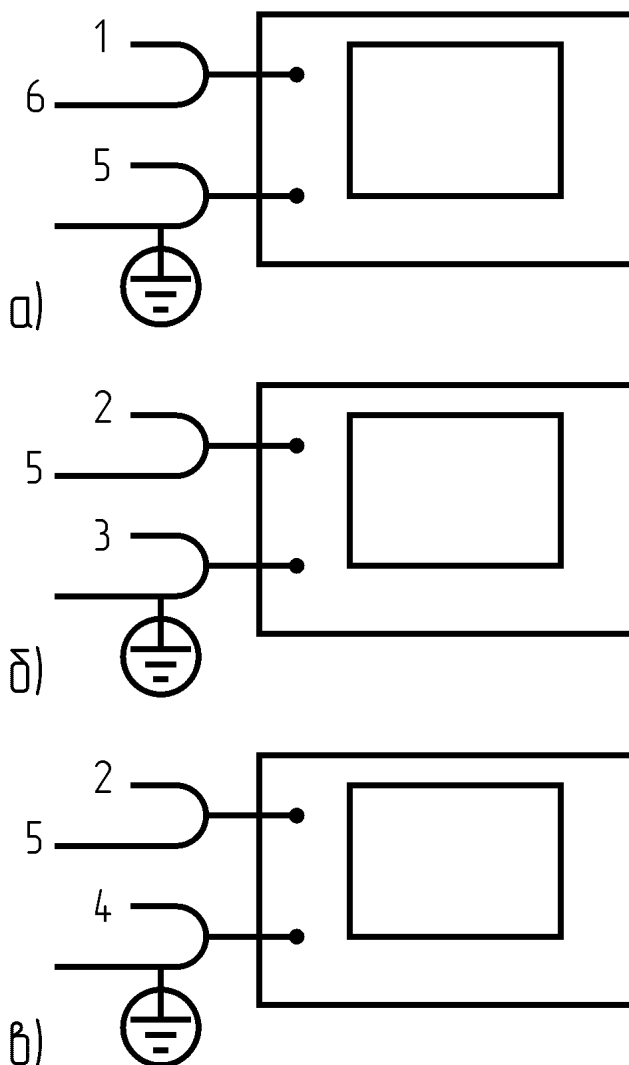

Рис.25
9. Измерить углы сдвига фаз: φ -между напряжением на входе цепи u и током неразветвленной части цепи i ; φ_1 -между напряжением на параллельных ветвях u_{12} (напряжение между узлами 2 и 5) и током i_c в ветви с конденсатором; φ_2 -между напряжением u_{12} и током i_L в ветви с катушкой индуктивности. Для этого подключить к цепи осциллограф согласно схемам рис.25а,б и в. Результаты записать в табл.11.